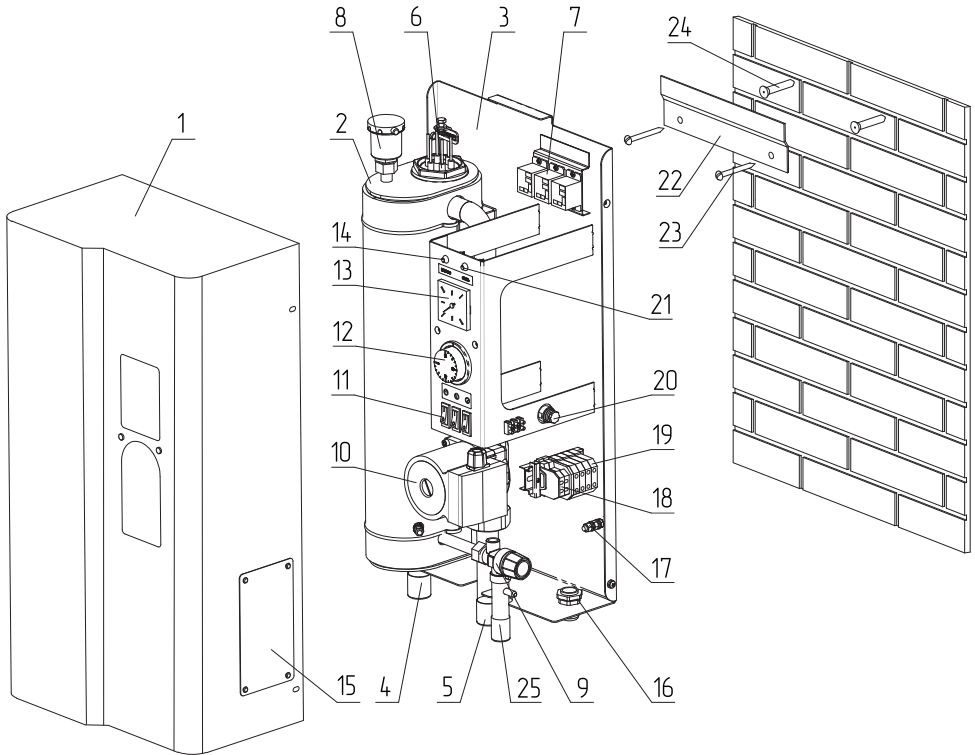

Рис.1 Устройство электрического котла ZOTA SOLO
Закрепите настенный кронштейн на вертикальной поверхности в необходимом месте с помощью шурупов, входящих в комплект, и установите на него котел, как показано на **Рис.1**.
Циркуляционный насос подключается к питающей сети через предохранитель 4А (**Рис.1, поз.20**).
На передней панели имеется индикаторная лампа работы насоса (**Рис.1, поз.14**) и индикаторная лампа подключения питающей сети (**Рис.1, поз.21**).
- Присоединить рабочий нулевой провод на клемму нейтраль (N) котла;
- Защитный нулевой провод (РЕ) подключить на болт «ЗАЗЕМЛЕНИЕ» (**Рис.1, поз.17**).